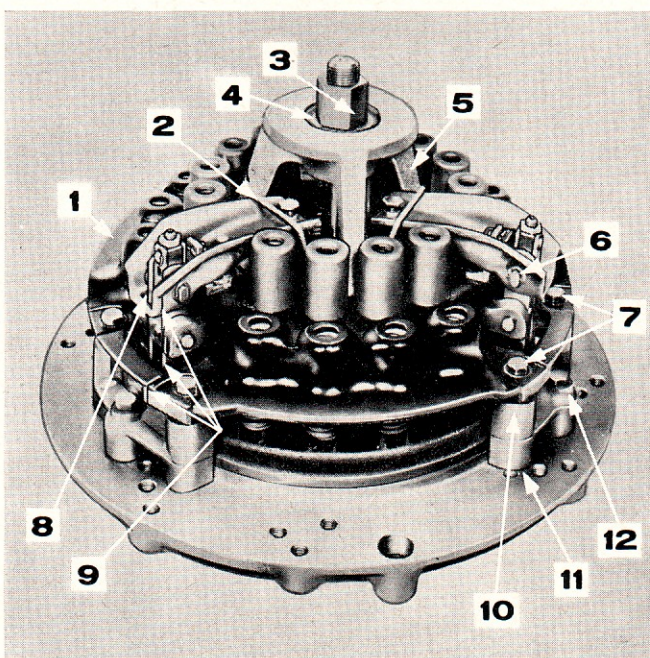
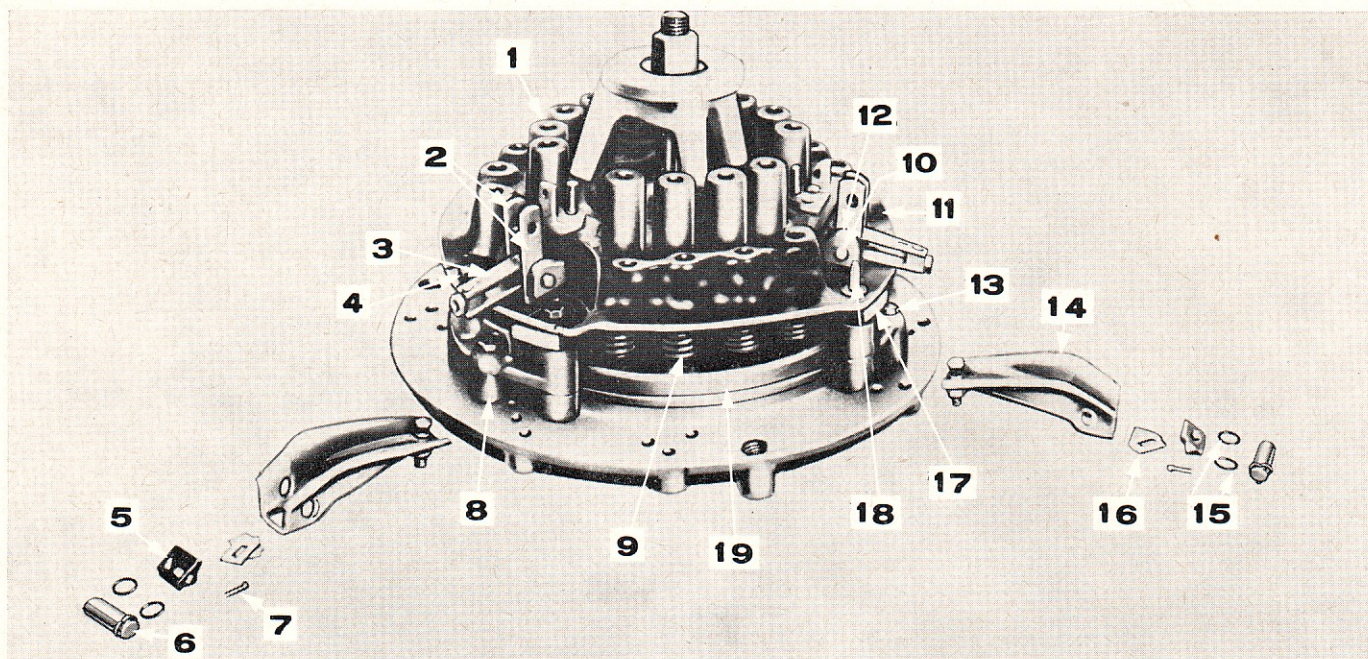
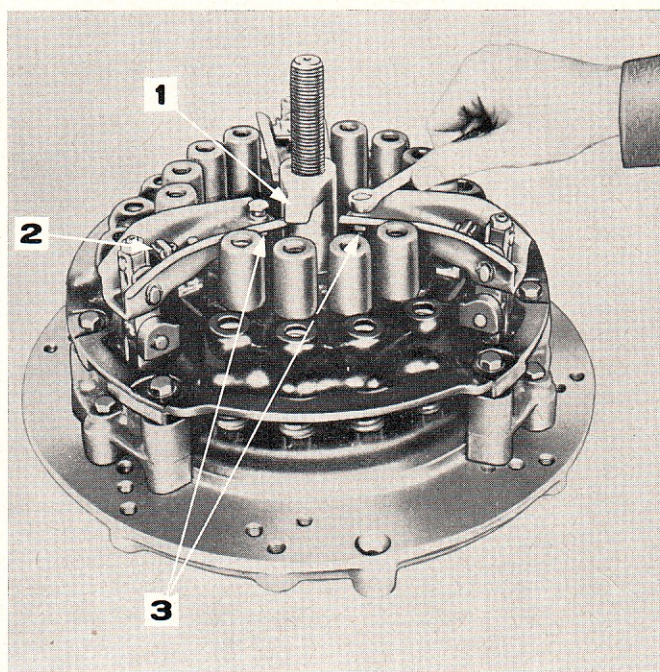
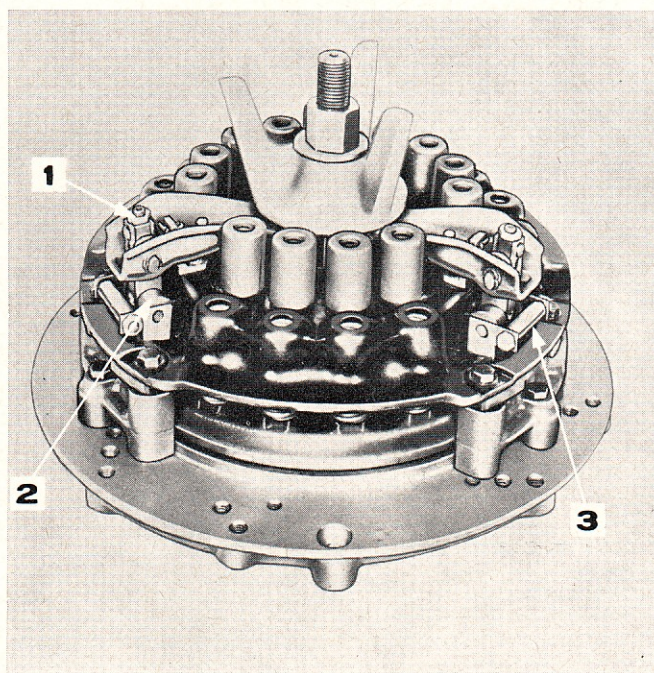

Figure 28: Embrayage double prêt pour le démontage
Figure 29: Montage et démontage de l'embrayage double
Figure 37: Réglage des doigts de débrayage
Figure 38: Préparation au réglage des biellettes d'attelage du plateau de prise de force
4. Fixer les surélévateurs sur la plaque support à l'aide d'une vis courte par surélévateur. La Figure 28 représente deux surélévateurs installés. Ne pas manquer de serrer uniformément les vis.
5. Placer sur le montage l'embrayage complet. Aligner les trous de fixation du couvercle avec les trous des surélévateurs, puis poser un axe de guidage et une vis longue sur chaque surélévateur, comme représenté Figure 28. A ce stade, ne pas serrer les vis longues.
6. Monter le compresseur de ressorts, la rondelle de butée et l'écrou du pivot comme représenté Figure 28. S'assurer que les pattes du compresseur reposent sur la partie médiane de chaque rangée de cuvettes de ressorts, de la façon représentée.
8. Après avoir annulé la pression des ressorts sur les doigts de débrayage, serrer les vis longues avec les doigts, puis extraire les étriers de maintien des doigts de débrayage (Figure 28).
9. Déposer les agrafes des doigts de débrayage et leurs cales d'épaisseur (Figure 29) après avoir extrait les goupilles fendues qui les assemblent.
NOTE: Il est conseillé de repérer la position du couvercle, des plateaux d'embrayage et des doigts de débrayage avant de dissocier l'embrayage. Les pièces pourront ainsi être remontées à leur place originale et l'équilibrage du vilebrequin sera respecté. La Figure 29 illustre une bonne façon de faire qui consiste à maintenir les pièces groupées. La Figure 28 illustre l'identification des pièces.
10. Extraire une goupille fendue sur chaque barrette de poussée (Figure 29), puis déposer les barrettes pour libérer les doigts de débrayage. En extrayant les barrettes, prendre soin de ne pas laisser échapper les entretoises.
11. Extraire le frein à un bout de chacun des axes d'attelage du plateau de prise de force (Figure 29), puis arracher les axes et déposer les biellettes d'attelage de ce plateau.
12. Enlever les axes de guidage (Figure 29) et les vis longues, puis dévisser l'écrou du pivot du montage. Extraire l'écrou, la rondelle de butée et le compresseur des ressorts, puis enlever le couvercle de l'embrayage. Déposer les ressorts violets, leurs cuvettes et les ressorts bleu clair. Enlever le plateau d'embrayage de prise de force et son disque (non représenté).
13. Séparer des surélévateurs le plateau d'embrayage intermédiaire (Figure 29), puis extraire les axes d'attelage (non représentés) et déposer les biellettes d'attelage du plateau d'embrayage de transmission. Enlever ce plateau.
1. Fixer les surélévateurs sur la plaque support avec une vis courte par surélévateur. La Figure 28 représente les surélévateurs en place. Serrer les vis uniformément.
2. Placer le plateau d'embrayage de transmission (Figure 29), la face unie au-dessous, sur la plaque support du montage, dans une position telle que les bossages du plateau soient centrés sur les surélévateurs. Monter entre les bossages du plateau deux biellettes d'attelage, maintenues par leurs axes (non représentés). Les deux extrémités des axes doivent affleurer avec les bossages.
3. Placer le plateau d'embrayage intermédiaire (Figure 29), le côté uni en-dessus, sur le plateau de transmission, de telle façon que les fourches du plateau intermédiaire prennent les bossages du plateau de transmission.
4. Centrer le disque d'embrayage de prise de force sur le plateau d'embrayage intermédiaire (Figure 29), puis présenter le plateau d'embrayage de prise de force, de telle façon que les pattes du plateau prennent les biellettes d'attelage du plateau de transmission. Prendre soin d'orienter vers le haut le moyeu long du disque d'embrayage.
5. Placer les ressorts bleu clair (Figure 29) sur les bossages du plateau d'embrayage de transmission, et les ressorts violets avec leurs cuvettes sur les bossages du plateau d'embrayage de prise de force.
6. Monter un axe de guidage sur chaque surélévateur (Figure 29), puis présenter le couvercle d'embrayage sur l'embrayage partiellement monté, de telle façon que les cuvettes de ressorts et les biellettes d'attelage du plateau de transmission traversent les découpes du couvercle. S'assurer que les ressorts bleu clair reposent normalement dans les emboutis correspondants du couvercle.
7. Poser une vis longue sur chaque surélévateur (Figure 29), sans la serrer. Présenter le compresseur de ressorts, la
rondelle de butée et l'écrou de pivot central (Figure 29). Chacun des pieds du compresseur de ressort doit être centré sur une rangée de cuvettes de ressorts, comme sur la figure.
8. Abaisser lentement le couvercle sur les pattes du plateau d'embrayage de prise de force (Figure 29) en serrant l'écrou du pivot central, jusqu'à ce que le couvercle touche le plateau d'embrayage intermédiaire. Prendre soin que les axes de guidage ne grippent pas dans le couvercle. Ne pas serrer à l'excès l'écrou du pivot central, afin de ne pas déformer le sommet du couvercle.
9. Dès que le couvercle touche le plateau intermédiaire, extraire les axes de guidage (Figure 29) et les remplacer par les vis longues. Serrer les vis en croix et uniformément (voir les couples de serrage aux Spécifications, Chapitre 4).
10. Après avoir serré les vis, déposer l'écrou du pivot central, la rondelle de butée et le compresseur des ressorts (Figure 29).
11. Monter les biellettes d'attelage du plateau de prise de force (Figure 29) entre les biellettes d'attelage du plateau de transmission, et les fixer avec leurs axes. Poser les freins sur les axes. S'assurer que les freins reposent dans les gorges des axes.
12. Orienter les biellettes d'attelage du plateau d'embrayage de prise de force (Figure 29) de telle sorte qu'elles soient parallèles aux biellettes du plateau de transmission, puis monter les doigts de débrayage. Poser les barrettes de poussée pour immobiliser les doigts.
Avant de poser les barrettes de poussée, vérifier la présence d'une entretoise entre chacune des biellettes d'attelage du plateau de transmission et les faces intérieures des doigts de débrayage. Freiner les barrettes de poussée avec des goupilles fendues neuves. La Figure 28 représente une entretoise et une barrette de poussée correctement montées.
13. Poser les agrafes des doigts de débrayage (Figure 29) sur les supports couteaux du couvercle, puis poser les entretoises sur les agrafes. S'assurer que le côté plat des agrafes est orienté vers le haut et que par suite, l'extrémité fermée est tournée vers le centre de l'embrayage. Freiner les cales et les agrafes avec des goupilles fendues neuves. La Figure 37 représente le montage correct des goupilles.
NOTE: Après avoir posé les goupilles fendues, s'assurer que les agrafes (Figure 29) et les cales ne présentent pas de jeu dans le sens vertical. Si c'est le cas, enlever la goupille fendue et ajouter des cales. Le calage doit être tel qu'il existe une légère précharge quand les goupilles sont posées.
14. Poser sur le pivot central du montage la cale d'épaisseur No. SW510-5B (Figure 37) de telle façon que le No. soit en haut, puis enfiler le doigt de réglage comme représenté Figure 37.
15. Desserrer les écrous hexagonaux sur la face inférieure des doigts de débrayage, puis régler les vis comme représenté Figure 37, jusqu'à ce qu'un léger frottement se fasse sentir au moment où l'index passe sur le doigt de débrayage. Appuyer légèrement sur le doigt de réglage,
17. Enlever le doigt de réglage (Figure 37), puis monter le compresseur, la rondelle de butée et le pivot central (Figure 38). Serrer l'écrou pour faire monter le plateau d'embrayage jusqu'à ce qu'on puisse poser les axes calibrés No. SW510-6 (Figure 38). Régler les écrous des axes afin que ces outils soient maintenus dans la position représentée.